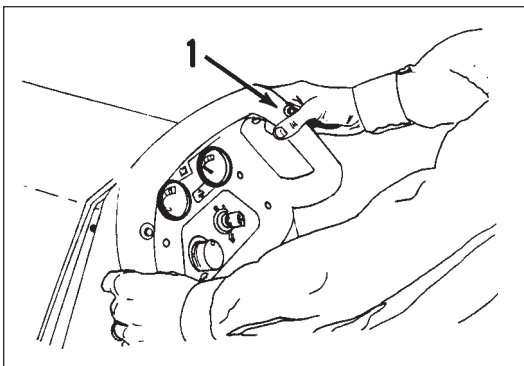

Figure 24
4. Hold the control handles as shown in figure 24.
5. When the pad motor switch ( 1 - figure 24) is pushed in, the pad motor will start.
4. Placez les mains sur les poignées de commande comme indiqué à la figure 24.
5. Pour faire démarrer le moteur, poussez sur l'interrupteur du moteur du disque (1 - figure 24).